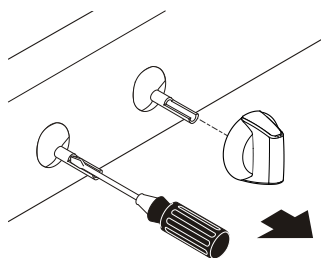

Fig. 17
- Introduzca un destornillador delgado en la varilla hueca de la válvula y ajústelo sobre el tornillo que se encuentra adentro. El tamaño de la llama se puede aumentar o reducir girando el tornillo. Gire el tornillo a la izquierda para aumentar el tamaño de la llama (vea las Fig. 17 y Fig. 19).